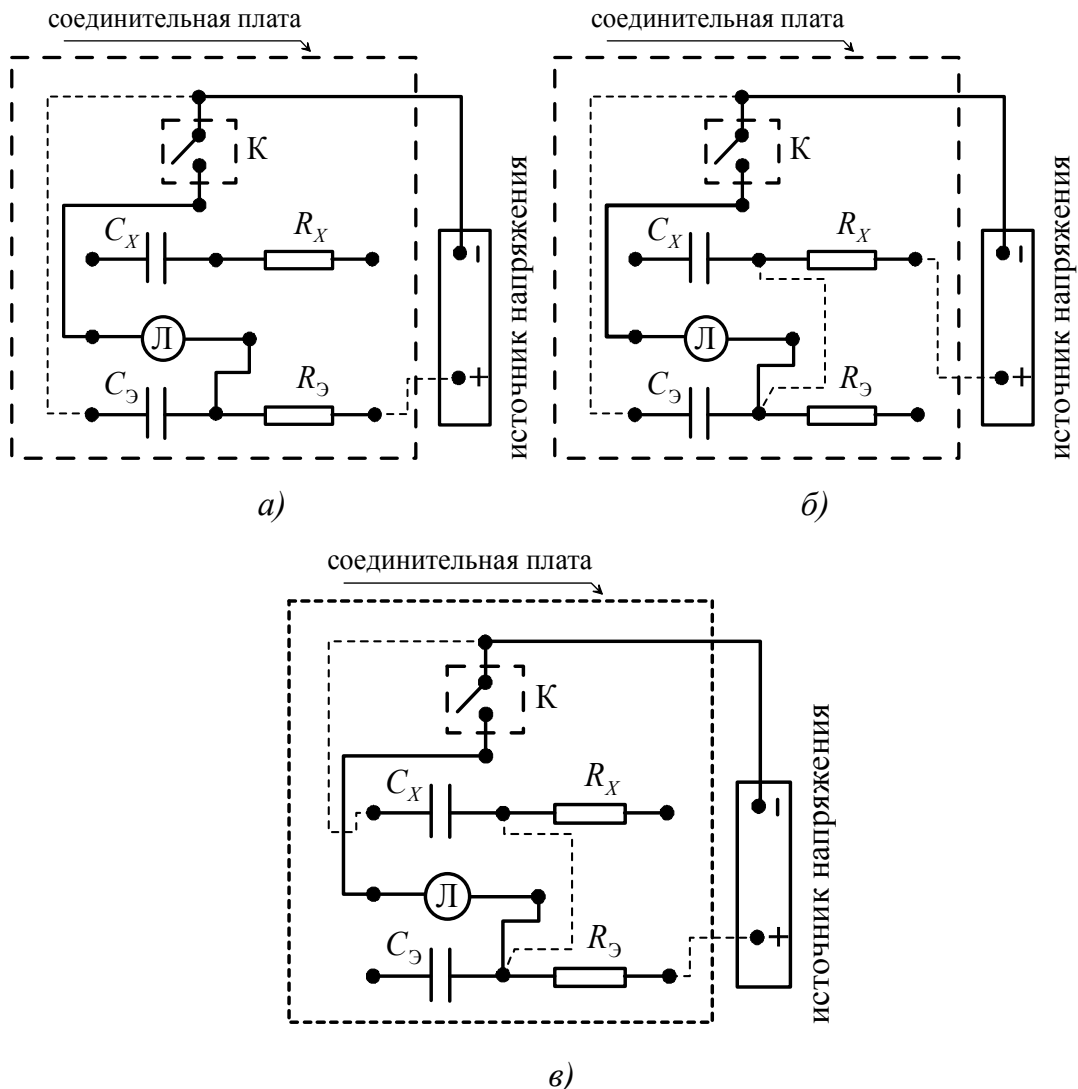

Рис. 3. Схема установки для исследования релаксационных колебаний:
На рис. 3, а представлена схема соединений для  $R_Э C_Э$  - генератора, рис. 3, б – для  $R_X C_Э$  - генератора, рис. 3, в – для  $R_Э C_X$  - генератора. Пунктирными линиями показаны сменные соединительные провода.
1. В соответствии с монтажной схемой рис. 3б включите в цепь генератора неизвестное сопротивление  $R_X$ , известную емкость  $C_\Sigma$  и неоновую лампу.
5. Найдите период колебаний по формуле (9). Определите неизвестное сопротивление  $R_X$  по формуле (8) Запишите значения  $t$ ,  $T_X$  и  $R_X$  в таблицу 2.
1. В соответствии с монтажной схемой рис. 3в включите в цепь генератора известное сопротивление  $R_{\Sigma}$ , неизвестную емкость  $C_X$ , и неоновую лампу.
4. На пятой вспышке лампы включите секундомер, на пятнадцатой выключите его и разомкните ключ  $K$ . Показания секундомера будут соответствовать длительности времени  $t$ , за которое произошло  $n = 10$  вспышек. Найдите период колебаний по формуле (9). Определите неизвестную емкость  $C_X$  по формуле (10) Занесите значения  $t$ ,  $T_X$  и  $C_X$  в таблицу 3.